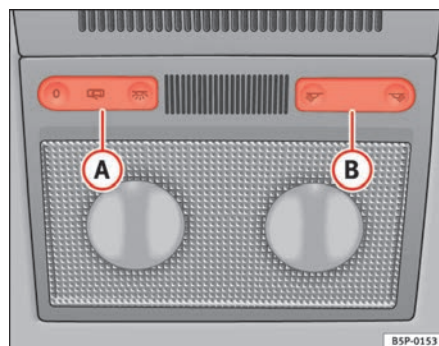

Fig. 79 Rivestimento interno del tetto: illuminazione anteriore dell'abitacolo
Con l'interruttore ⇒ fig. 79 (A) si possono selezionare tre diverse modalità:
Premere il pulsante fino alla posizione O ⇒ fig. 79.